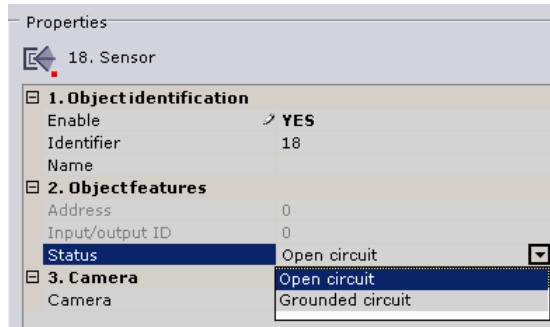

Fig. 6.3—18 Selecting sensor status
4. Set the sensor status (Fig. 6.3—18).